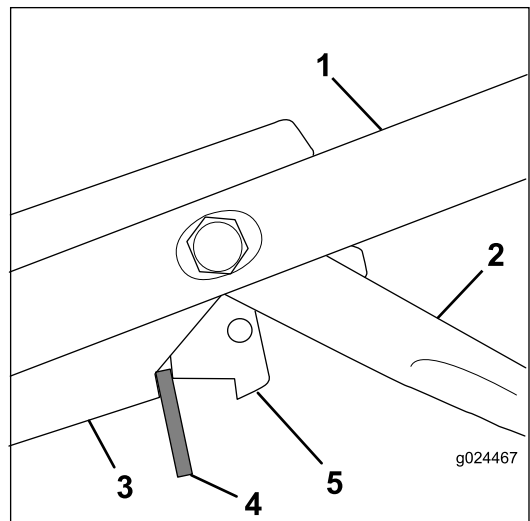

Figure 29
3. Insérez une entretoise de 8 mm (5/16 po) entre le levier de commande du frein de lame et le support de commande sur le guidon (Figure 29).